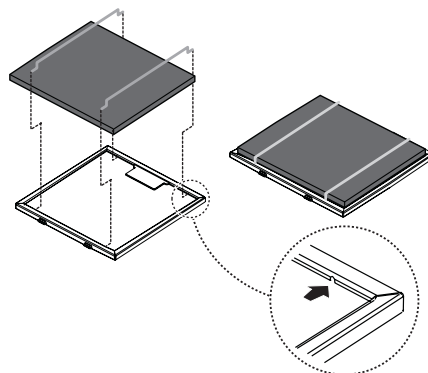

Fig. 4
2. Installare il filtro al carbone sul retro del filtro grassi e fissare con due bacchette (Fig. 4), da inserire nei fori ricavati sulla cornice.